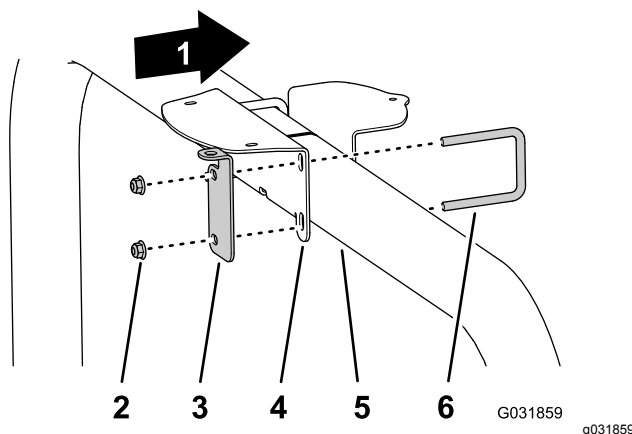

Figura 125
- Se la vostra macchina è dotata del kit modem di correzione GNSS e CDMA o GSM RTK, montate il supporto del ricevitore e la staffa dell'antenna RTK sul tubo del ROPS (Figura 125) con i 2 bulloni a U e 4 dadi di bloccaggio flangiati ($\frac{3}{8}$ ").